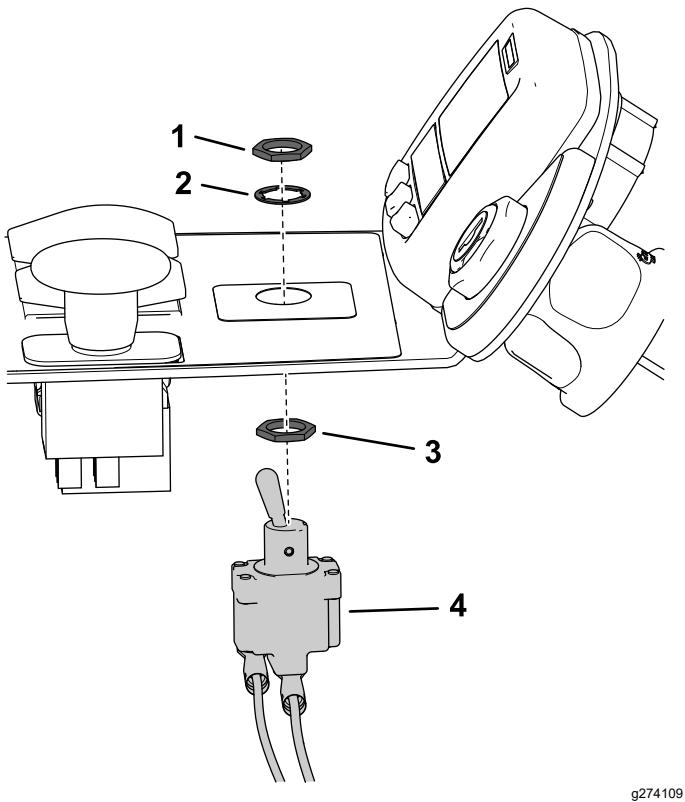

Figure 22
8. Insérez l'interrupteur à bascule dans le trou de 13 mm par le fond de la console ; voir la Figure 22 pour l'orientation correcte du contre-écrou hexagonal et de la rondelle.